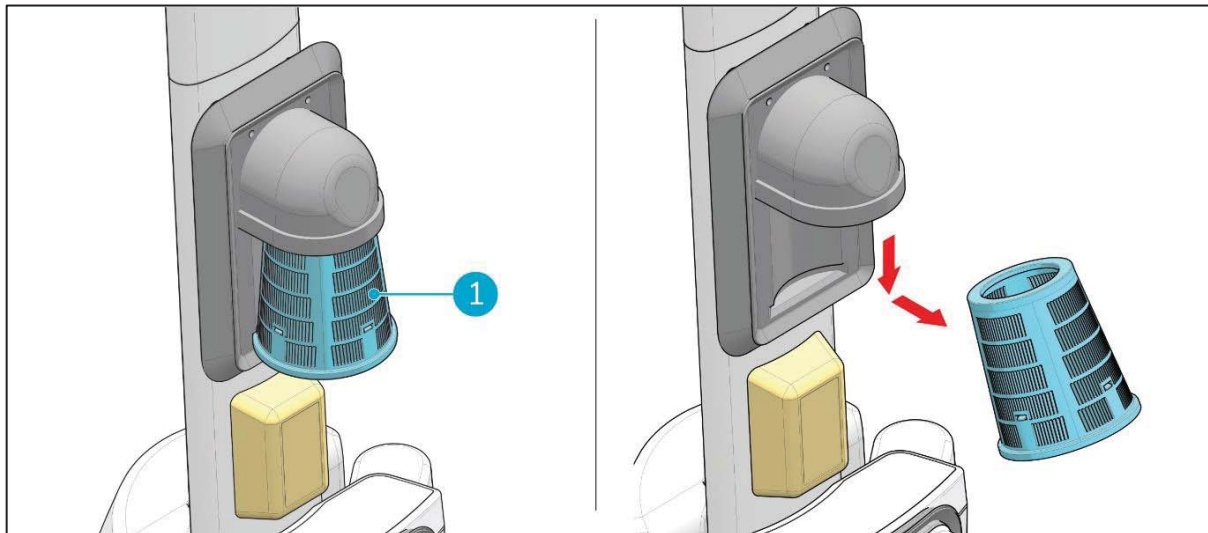

Figure 22
3. Libérez le filtre d'aspiration bleu (Figure 22, pos 1) du dessous du support en caoutchouc en l'inclinant légèrement et en le tirant vers l'extérieur.